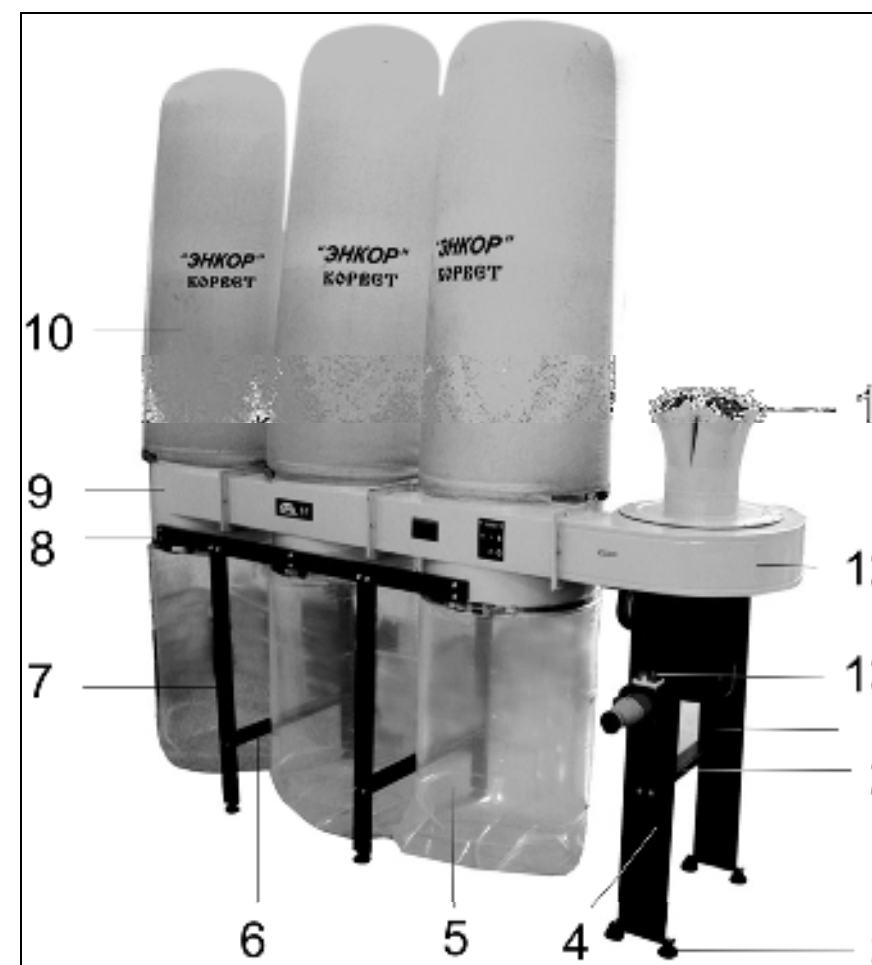

Рис. 2
**ВНИМАНИЕ:** Перед включением пылесоса в розетку, всегда нужно удостовериться, что кнопки магнитного пускателя (13) Рис.2 находятся в исправном состоянии.
11.1 Пылесос рассчитан на работу с четырьмя деревообрабатывающими станками (строгальными, пилами и т. п.) и соединяется с ними шлангами диаметром 100 мм через переходник входной (11) Рис. 2. При необходимости работы пылесоса с одним или двумя деревообрабатывающими станками, шланги с неиспользуемых каналов переходника входного снять, а каналы закрыть крышками.